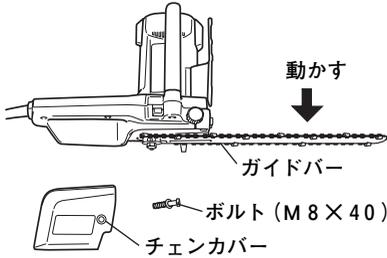

図 24
(2) 次に、ガイドバーの先端を図 24 のように動かせば、ガイドバーがはずれ、チェーン刃もスプロケットからはずせます。